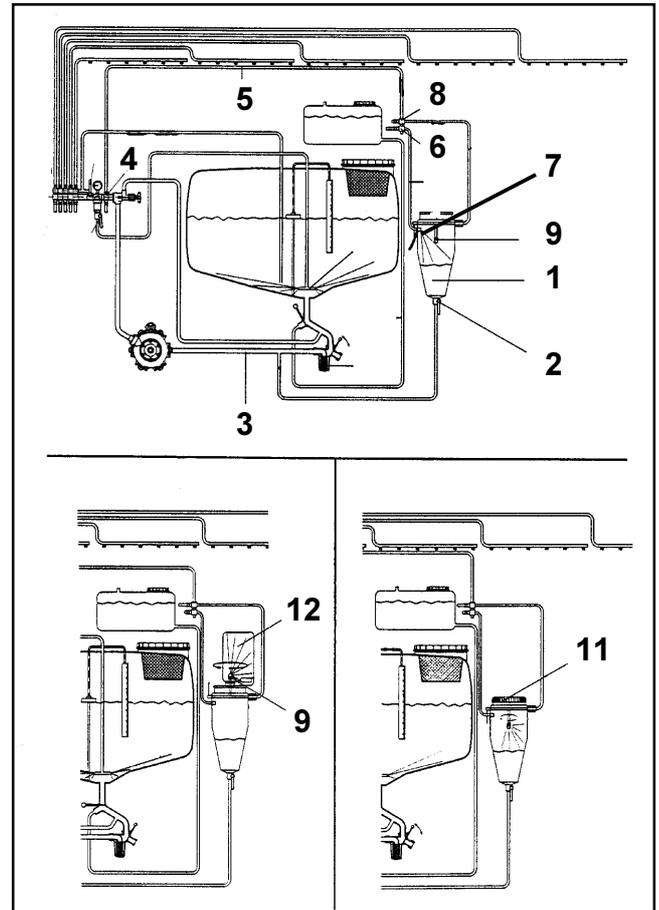

Fig. 10.19
- Retournez le récipient (fig. 10.19/ 12) et coiffez avec lui le jet rotatif puis ouvrez les robinets (fig. 10.19/ 4 et 10.19/ 8). Maintenez le récipient dans cette position pendant 30 secondes au moins. Ré aspirez dans la cuve le liquide de rinçage.